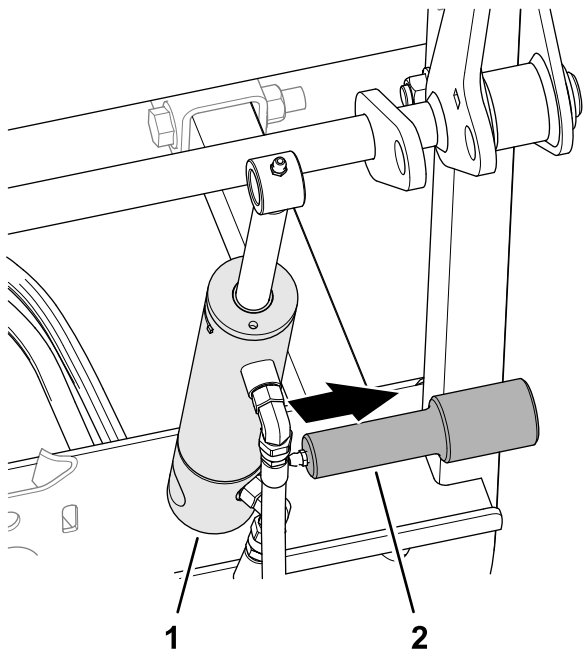

Figura 18
5. Monte el cilindro de elevación del apero trasero en el eje de montaje del bastidor trasero (Figura 18).